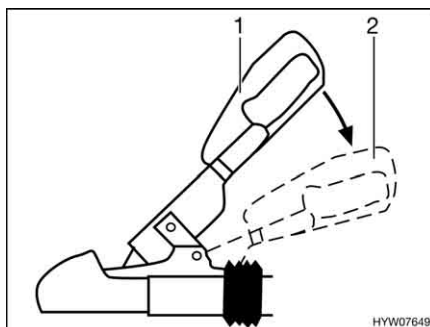

Bild 186 Stabilisierungsgriff
- Die Stabilisierungseinrichtung aktivieren. Dazu den Kupplungsgriff aus geschlossener Stellung (Bild 186,1) bis zum Anschlag nach unten drücken (Bild 186,2).